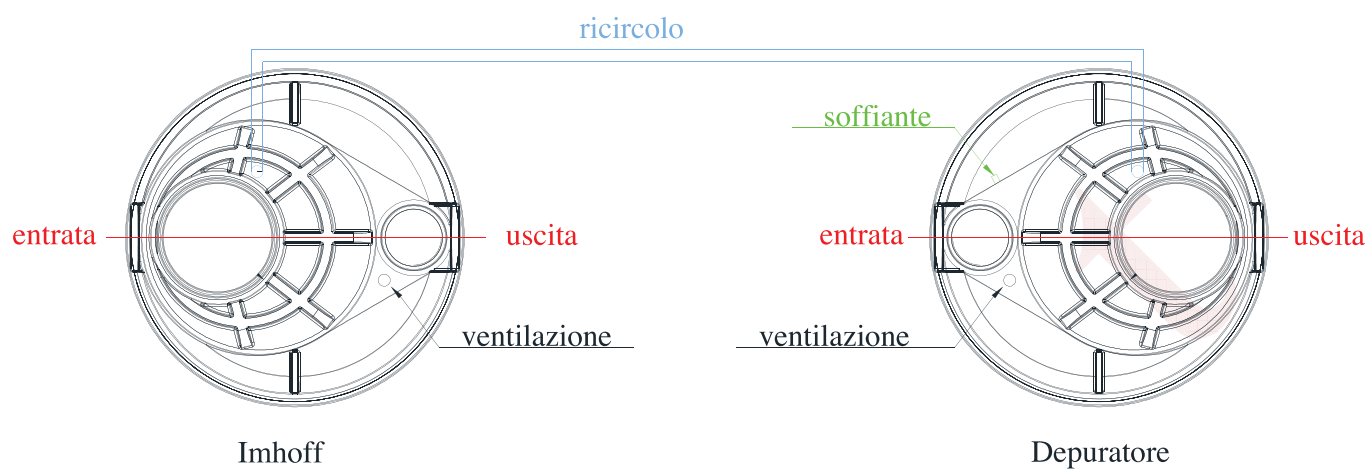

Fig.2 – Posizionamento collegamenti biogas-ventilazione, soffiante e ricircolo
5.2. Collegamento uscite biogas (ventilazione) (Fig.2)
• il collegamento deve essere effettuato utilizzando fascette di acciaio inox e tubo tipo rinforzato in gomma da $\frac{3}{4}$ " (19mm) o superiore, proteggendolo da schiacciamento e strozzature. Il collegamento al depuratore avverrà in corrispondenza del raccordo identificato dalla targhetta o scritta "soffiante" (Fig.2).